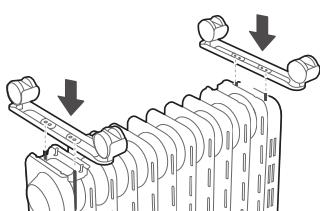

Abbildung 1
2. Richten Sie das Befestigungslöch eines Rad-Paars wie in Abbildung 1 dargestellt aus und befestigen Sie es mit der Schraube am Ende der Heizung. Das andere Rad-Paar wird an der Unterseite des Steuerkastens angeschraubt.